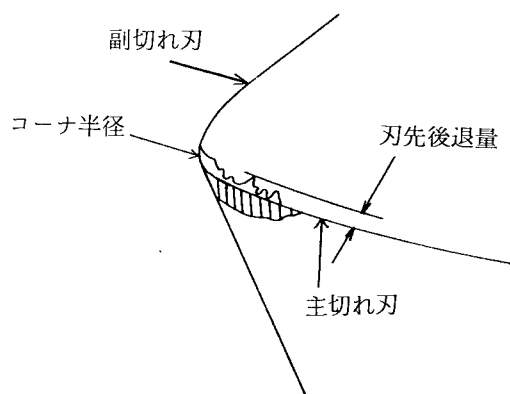

図1-5 バイト刃先の拡大図
(1) 研削するバイトの切れ刃をすくい面、逃げ面方向からルーペ又は工具顕微鏡で観察し、刃先の損傷部の除去量を調べる（図1-5）。